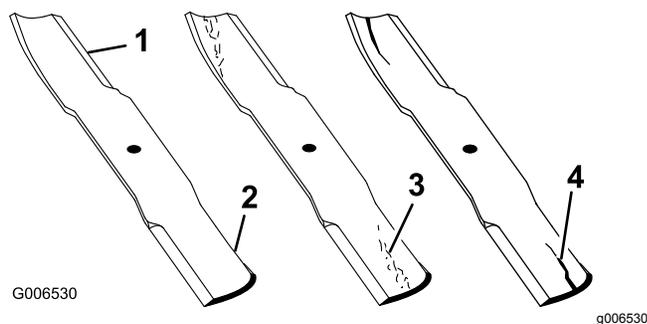

図 72
- 刃先の部分を点検する 図 72。
- ひび、磨耗、割れの発生などがあれば、直ちに新しいブレードに交換する 図 72。